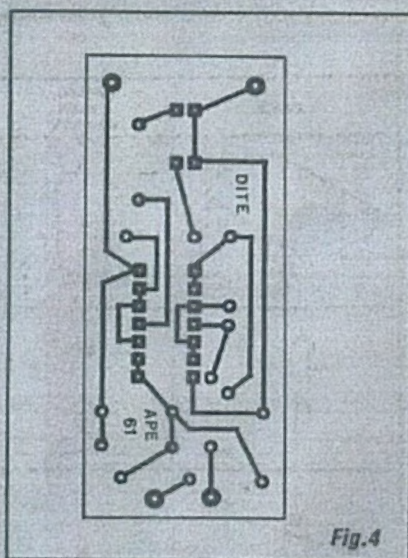

Fig. 4
- FIG. 4 - LAY OUT DO CIRCUITO IMPRESSO ESPECÍFICO - De muito fácil realização, a placa do Impresso específico mostra um padrão de ilhas e pistas pouco "congestionado" (as partes cobreadas são vistas em preto, na figura, escala 1:1...), mesmo porque os componentes são poucos e foram propositalmente distribuídos de forma não muito "apertada"... Ainda assim, as dimensões e formas finais resultaram elegantes, compactas e práticas para a acomodação no pretendido *container* (mais detalhes nas próximas figuras...). Na traçagem, recomendamos o uso de decalques, para que tudo fique com aparência bem profissional, e também para reduzir as chances de falhas ou erros de corrosão... Não se esqueçam das várias "higienes" que a placa precisa, *antes* da traçagem, *depois* da corrosão e *depois* da furação... Confirmem tudo ao final, ainda antes de começar a "enfiar" as "pernas" e terminais de componentes para a soldagem (fica fácil corrigir eventuais lapsos na placa, enquanto a dita cuja ainda se encontra "livre" das peças...).